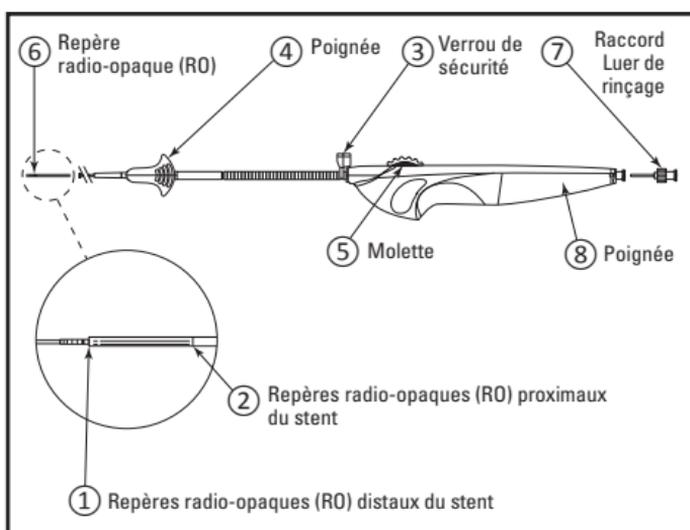

Figure 1. Système de mise en place du stent
REMARQUE : tous les numéros encadrés se réfèrent aux éléments de la Figure 1.
4. Retirer avec précaution le système de mise en place du stent du plateau en saisissant la poignée (8) du système de mise en place.
Remarque : si le verrou de sécurité (3) n'est pas fixé au dispositif, vérifier que le stent est complètement contracté dans le système de mise en place et placer le verrou de sécurité dans la position indiquée sur la figure 1.
7. Fixer une seringue de 10 ml (cc) (ou plus) remplie de sérum physiologique ou d'eau stérile au raccord luer de rinçage (7) de la poignée. Rincer le système jusqu'à ce que le sérum physiologique ou l'eau stérile apparaisse à l'extrémité distale de la lumière du guide et de la jonction externe gaine-extrémité.
8. Retirer le raccord luer de rinçage (7).